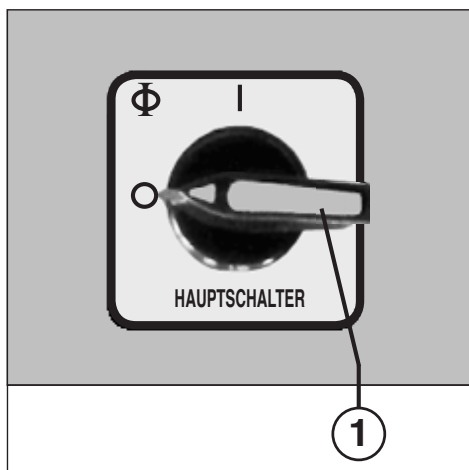

Abb. 1
Achten Sie darauf, daß die Maschine über Nacht ausgeschaltet ist (Hauptschalter (1) (Abb. 1) in Stellung „0“).